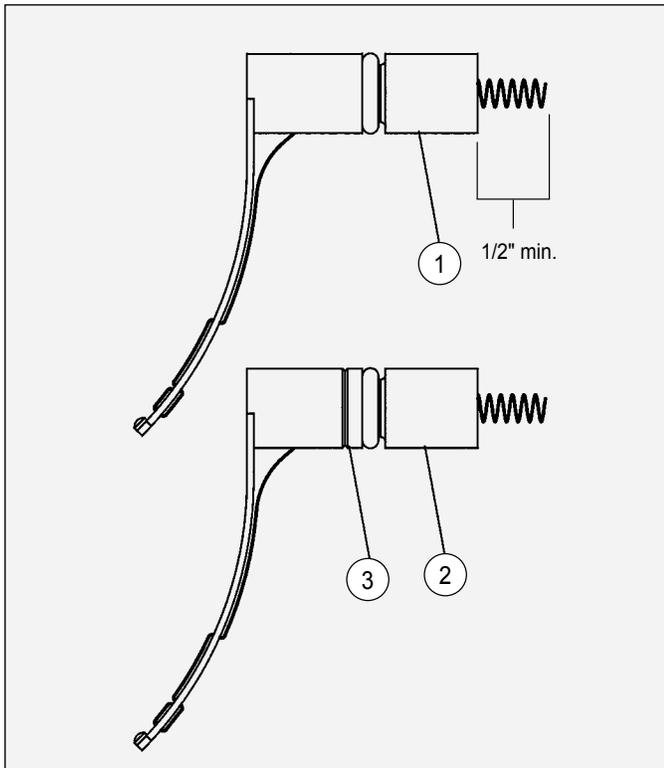

Abbildung 9: ATEX-zugelassene Bürstenkennzeichnung
► Um ATEX-Typ-Standards zu erfüllen, musste das Design der Bürste geändert werden. Es liegt in der Verantwortung des Endnutzers, nur die 80085-00-Bürste zu verwenden, die die Kennzeichnungskurve in der Welle der Bürste hat. Die Verwendung der Bürste 3695-00 führt zu einer Erlöschung aller Zulassungen für dieses Produkt. In Abbildung 9 ist die richtige Bürste dargestellt, die zu verwenden ist.
ATEX-ZUGELASSENE BÜRSTENKENNZEICHNUNG (Abbildung 9)